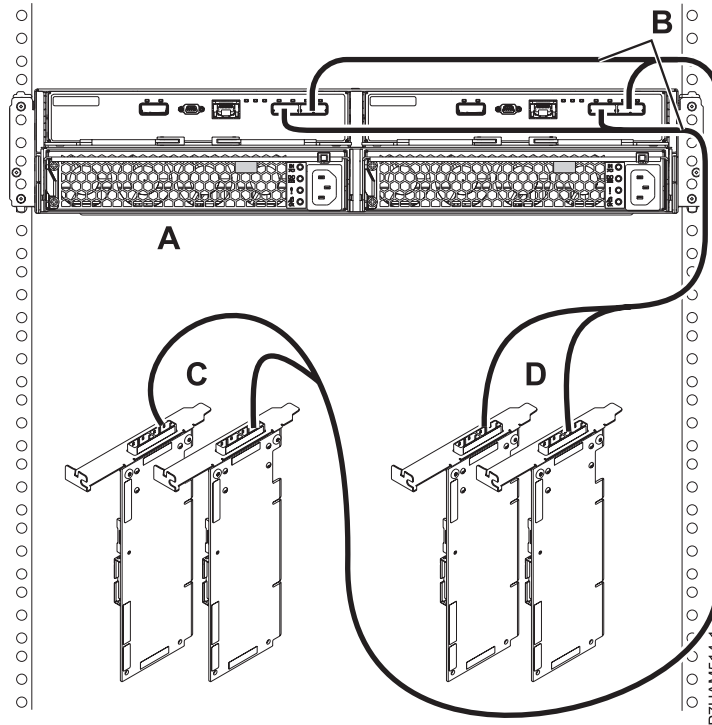

Figure 42. Mode 2 de connexion d'un boîtier d'unité de disque 58/87 via des câbles X à deux paires d'adaptateurs SAS
16. Effectuez la connexion de mode 2 d'un boîtier d'unité de disque 58/87 (A) via des câbles X (B) à deux paires d'adaptateurs SAS, comme illustré dans la figure 42, à la page 80.